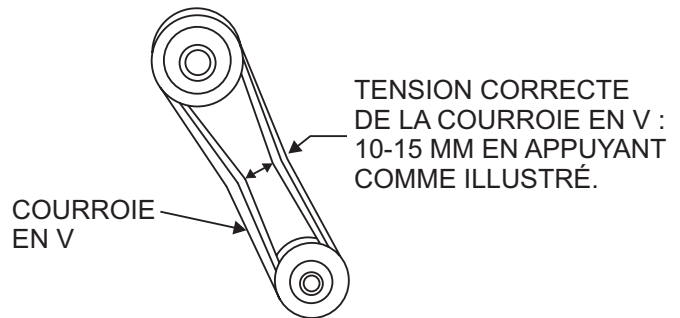

Figure 7. Tension de la courroie en V
2. La tension de la courroie en V est correcte si elle plie de 10 à 15 mm (Figure 7) lorsque vous appuyez avec le doigt à mi-distance entre les arbres d'embrayage et de la poulie de vibration.